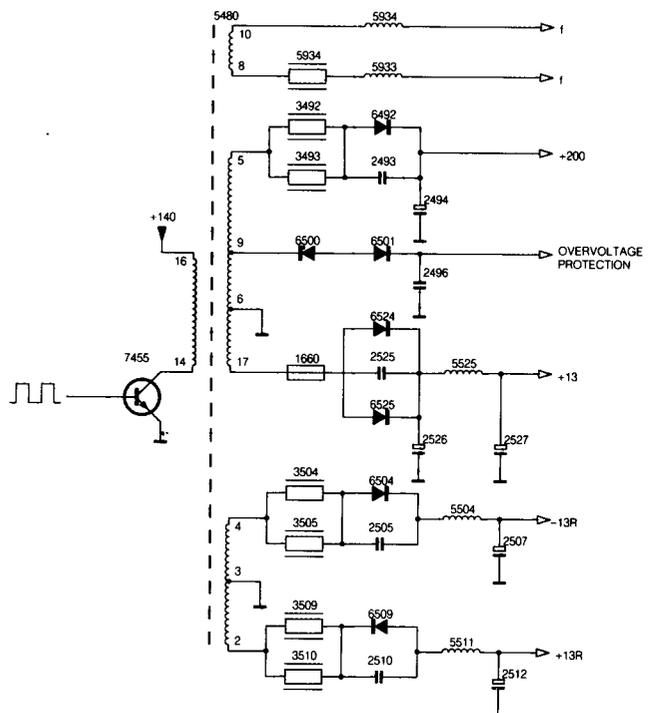

Fig. 10.12
10.5 Abgeleitete Versorgungsspannungen (siehe Abb. 10.12)